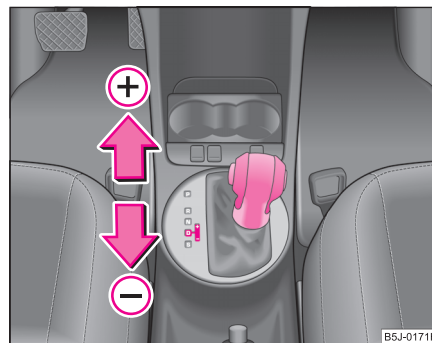

Fig. 107 Palanca selectora: cambio manual
- Presione ligeramente la palanca selectora (en la posición Tiptronic) hacia adelante ⇒ página 130, fig. 107 .